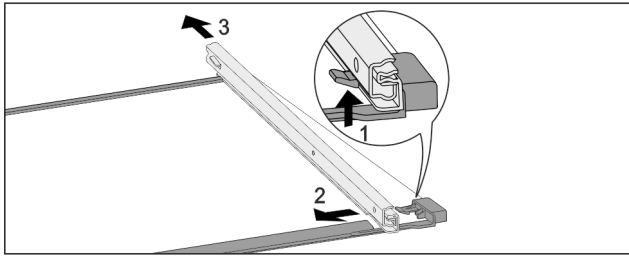

Fig. 180 Tablette en verre avec rails
- ▶ Pousser le crochet d'enclenchement avant vers le bas. Fig. 180 (1)
- ▶ Pousser le rail télescopique vers le côté Fig. 180 (2) et vers l'arrière Fig. 180 (3).